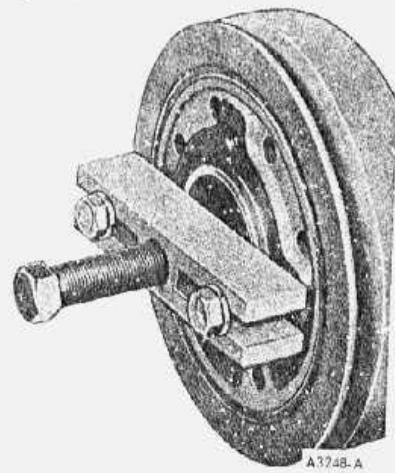

fig. 16 — remoção do amortecedor de vibrações
6. Retirar a polia da árvore de manivelas, do amortecedor de vibrações. Retirar o parafuso de fixação do amortecedor de vibrações e a arruela. Instalar o extrator no amortecedor de vibrações (fig. 16) e retirar o mesmo.